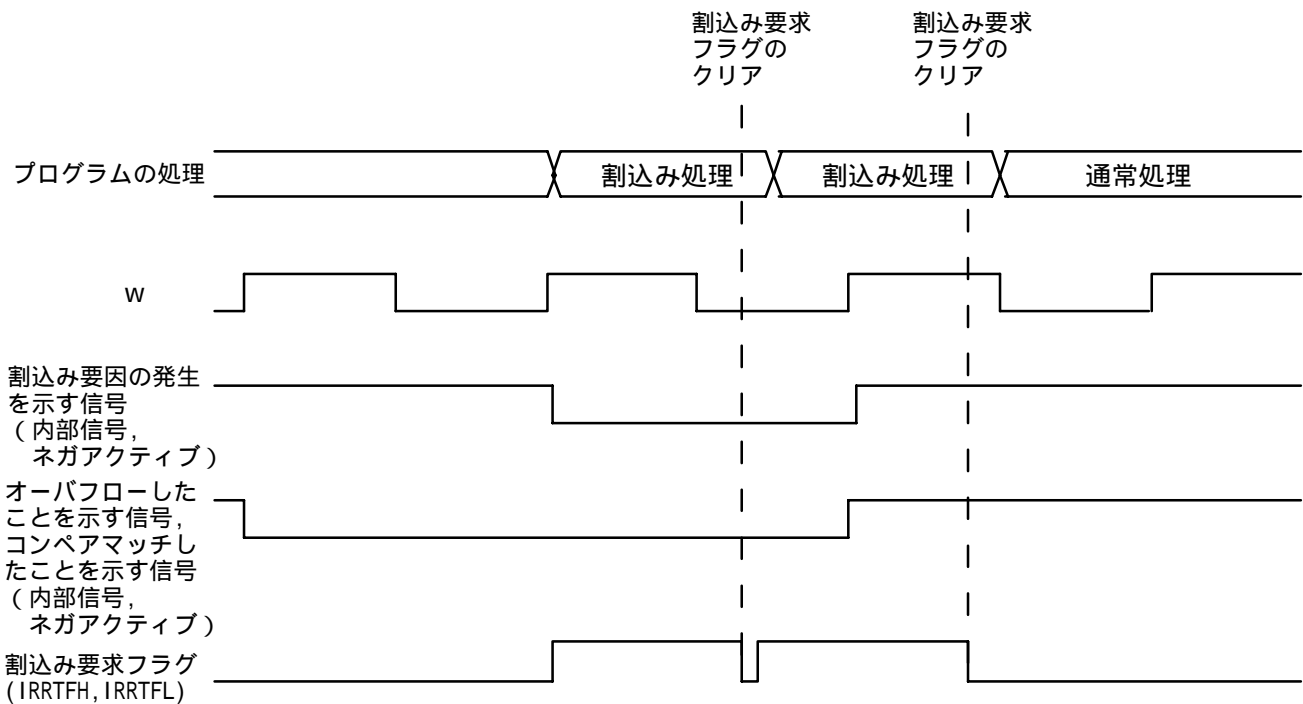

図1 割り込み要因の発生を示す信号が有効な時に割り込み要求フラグのクリアを行った場合
| <p>日立シングルチップマイクロコンピュータ H8/3887/47/67/27/47R/27Rシリーズ、 H8/3802シリーズハードウェアマニュアルにおきまして、タイマFの使用上の注意事項 を追加致します。ご理解、ご了承頂きたく、お願い申し上げます。</p> <p style="text-align: center;">- 記 -</p> <p>< 追加内容 ></p> <p>9.4 タイマF --- (H8/3887/47シリーズは、9.4の214ページ。H8/3867/27/27Rシリーズ は、9.4の212ページ。H8/3847Rシリーズは、9.4の216ページ。 H8/3802シリーズは、9.3の189ページ。)</p> <p>9.4.5 使用上の注意事項 --- (H8/3887/47シリーズは、9.4.5の231ページ。 H8/3867/27/27Rシリーズは、9.4.5の229ページ。 H8/3847Rシリーズは、9.4.5の233ページ。H8/3802 シリーズは、9.3.5の205ページ。)</p> <p>(3) タイマFH、タイマFL割込み要求フラグ(IRRTFH、IRRTFL)、タイマオーバフロー フラグH、L(OVFH、OVFL)及びコンペアマッチフラグH、L(CMFH、CMFL)のクリア</p> <p>内部クロックとして $w/4$ を選択した場合、「割込み要因の発生を示す信号」 の制御は w で行われるため、この信号は w の幅出力されます。また、「オーバ フローしたことを示す信号」及び「コンペアマッチしたことを示す信号」の制御は、 w の2周期分の信号で行われるため、これらの信号は w の2周期の幅出力され ます。(図1)</p> <p>アクティブ(高速、中速)モードにおいて、「割込み要因の発生を示す信号」が有効 な間は、割込み要求フラグをクリアしても、すぐにまた割込み要求フラグがセット されます。(図1 -)</p> <p>また、「オーバフローしたことを示す信号」及び「コンペアマッチしたことを示す 信号」が有効な間は、タイマオーバフローフラグ、コンペアマッチフラグをクリア 出来ません。</p> | | | | | | |
割り込み要求フラグをクリアしても、すぐにまた割り込み要求フラグがセットされるため、1回のタイマFH、タイマFL割り込みに対し割り込み処理が複数回行なわれることがあります。(図1 -)